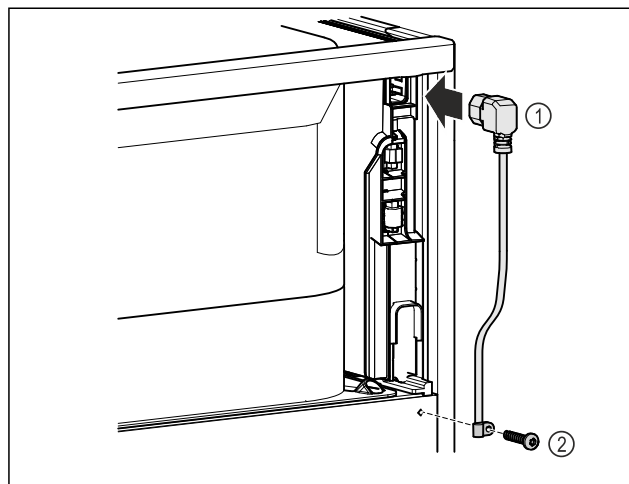

Fig. 13
- ▶ Introduceți mufa pentru puteri mici de la conductorul de racord la rețea Fig. 13 (1) pe partea posterioară a aparatului.
- ▶ Montați siguranța antismulgere. Fig. 13 (2)